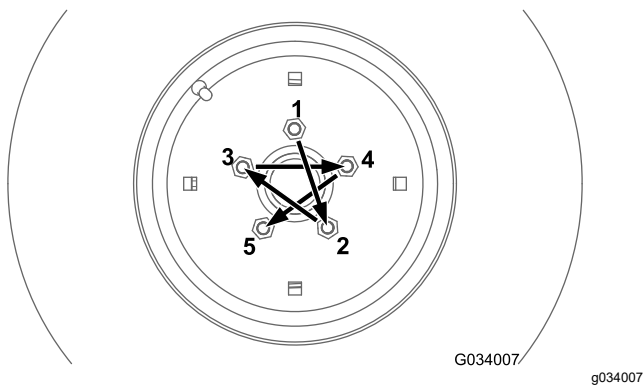
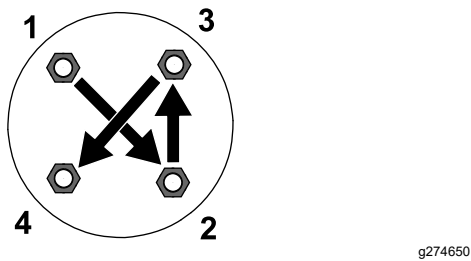

Рисунок 66
Рисунок 67
Затяните зажимные гайки передних и задних колес (только на машинах с полным приводом) в порядке, показанном на Рисунок 66 и Рисунок 67, с указанным моментом затяжки.
- Передние колеса: см. Рисунок 66
- Задние колеса (только на машинах с полным приводом): см. Рисунок 67.